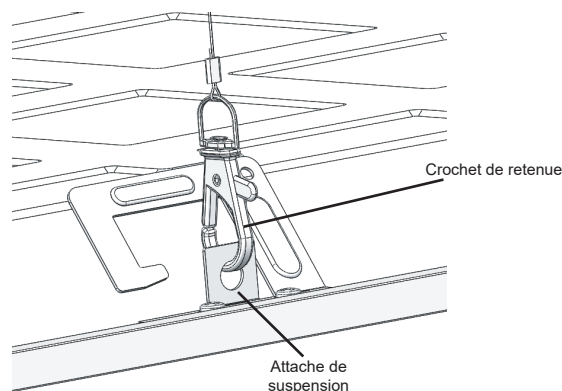

FIGURE 3
6. Enfoncez les ancrages extensibles fournis dans les trous. Voir **Figure 3**.